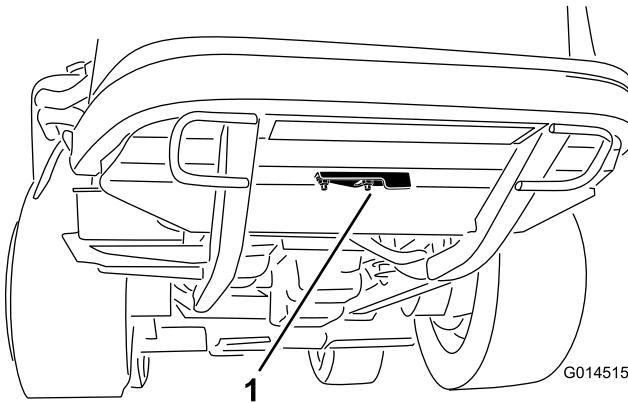

Рисунок 34
2. Ослабьте фланцевую гайку, которая крепит крышку для чистки к нижней стороне задней рамы (Рисунок 34). Поверните крышку, чтобы получить доступ к отверстию для чистки в раме.